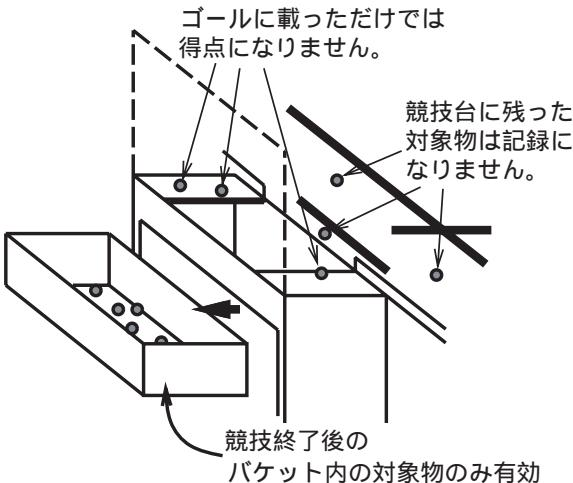

図 8: ゴールの認定
- (1) 競技終了時にゴール下のバケット[21]に入った対象物[22]（図8参照）に対して、以下の